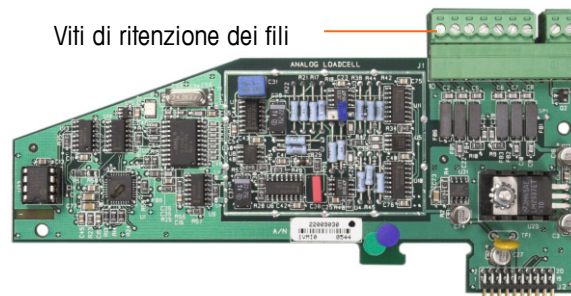
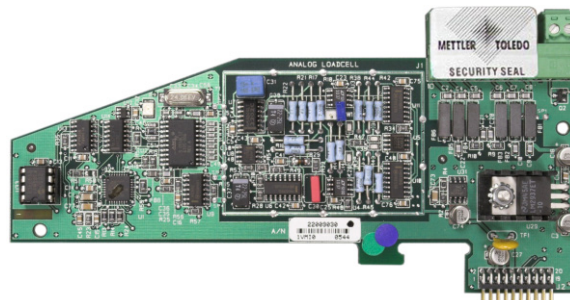

Figura 2-114: Connessione della scheda di opzione non protetta
Figura 2-115: Sigillo di sicurezza installato
3. Per proteggere i/i cavo/i di interconnessione alla cella di carico (collegati alla schede di opzione), è necessario apporre un sigillo di sicurezza ai connettori per assicurare che non vengano rimossi o disconnessi. Il sigillo impedisce anche l'accesso alle viti di fermo dei cavi indicate in Figura 2-114. La Figura 2-115 mostra il sigillo in posizione.